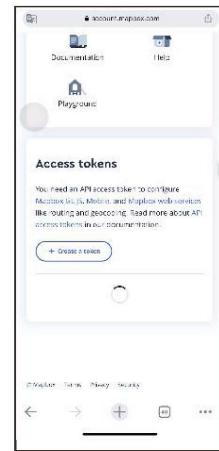

Figura 3
2.4 Despues de registrar la cuenta, localice y haga clic en "crear un token" para solicitar la creación de un token. (Ver Figura 3)